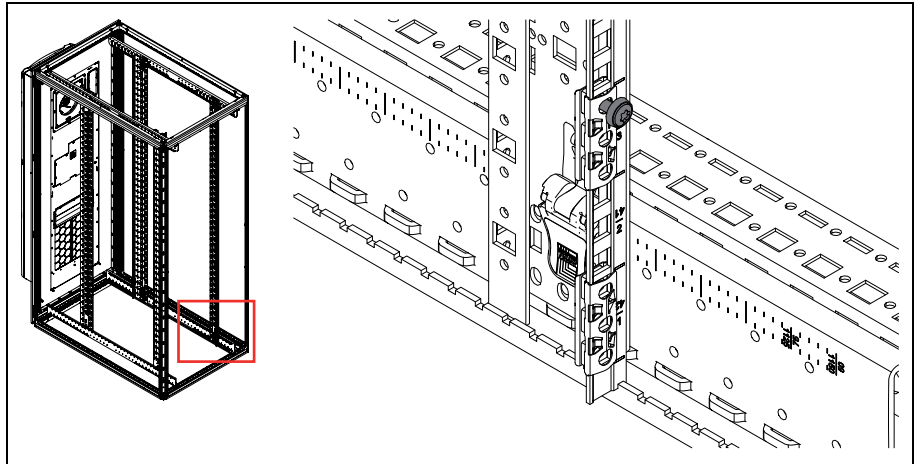
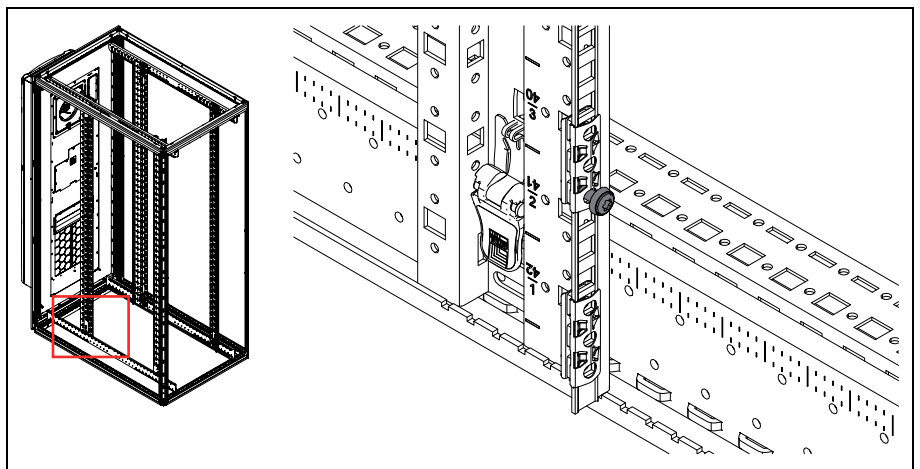

Abb. 5: Einsetzen Schrauben vorne
Abb. 6: Einsetzen Schrauben hinten
Die Schrauben müssen an den vorderen und hinteren 19"-Vertikalschienen auf der linken und rechten Seite gemäß Abb. 5 und Abb. 6 eingeschraubt werden.
- Hängen Sie den Luftkanal danach auf der Rack-Vorderseite mit den Schlüsselöchern in die vorab eingedrehten Schrauben ein (Abb. 5 und Abb. 6).